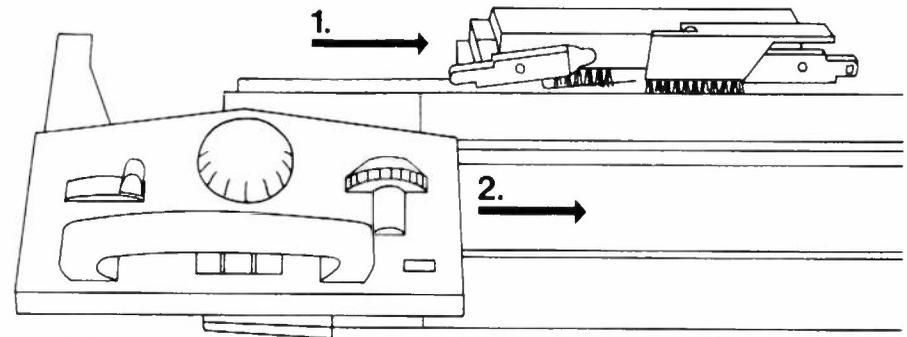

Fig. 10
3. Hinteres Schloss (ohne Handgriff) von links auf Apparat bringen, Fig. 10/1.
4. Vorderes Schloss von links auf Apparat bringen, Fig. 10/2 und mit hinterem Schloss kuppeln.